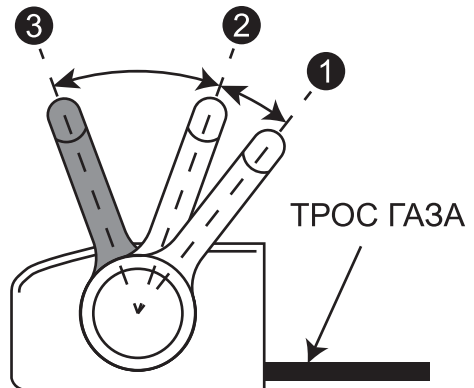

Рис. 10 Холостые обороты двигателя
ротах (рычаг газа находится в положении «3» (Рис. 10)) и крышка клапанов 2 (Рис. 1) двигателя теплая.
1. Переведите двигатель в режим холостого хода, для этого рычаг газа установите в положение «3» (Рис. 10).